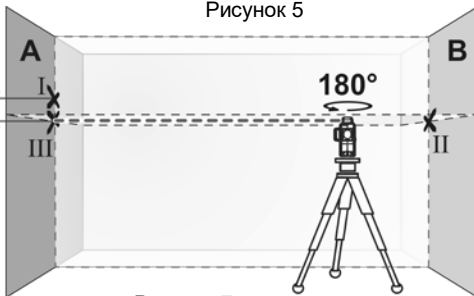

Рисунок 7
3.5.6 Поверніть прилад на 180°, не змінюючи його висоту. Спрямуйте його на стіну «А» таким чином, щоб вертикальна лазерна лінія проходила через раніше позначену точку «I». Зачекайте, поки промінь автоматично вирівняється, та позначте точку «III» на стіні «А», в якій перетинаються лазерні лінії (дивіться рисунок 7).